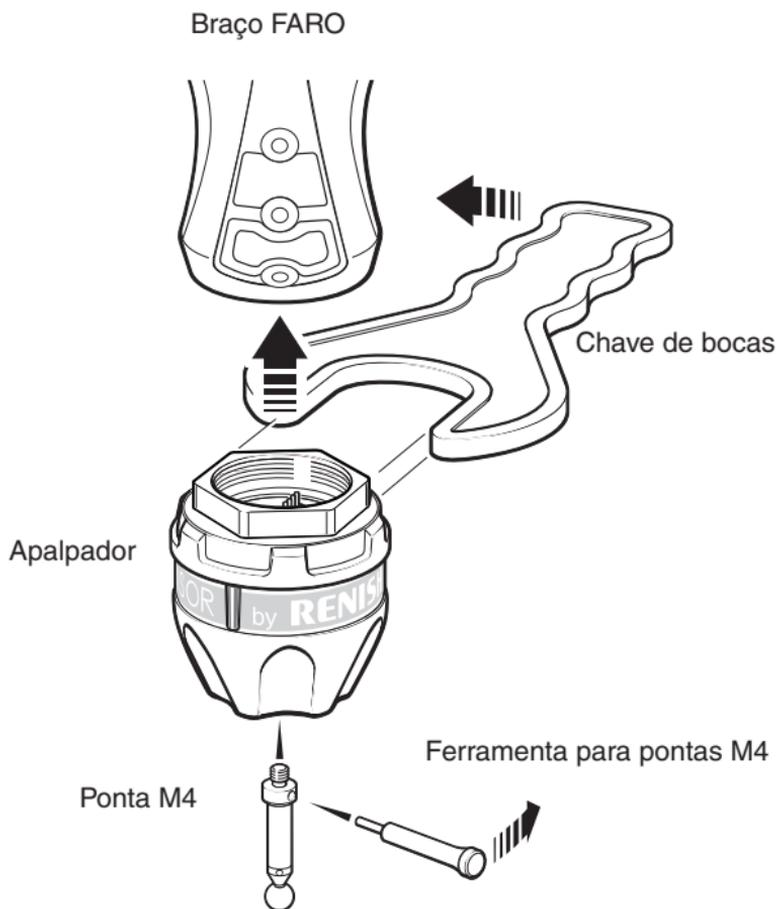

Figura 3 - Instalação do SENSOR FARO em um braço
Para instalar o sensor FARO em um braço, efetuar o procedimento seguinte (ver Figura 3):
2. Aplicar a chave (fornecida) no corpo do apalpador, conforme indicado na Figura 3.
Para instalar uma ponta no SENSOR FARO, efetuar o procedimento seguinte (ver Figura 3):